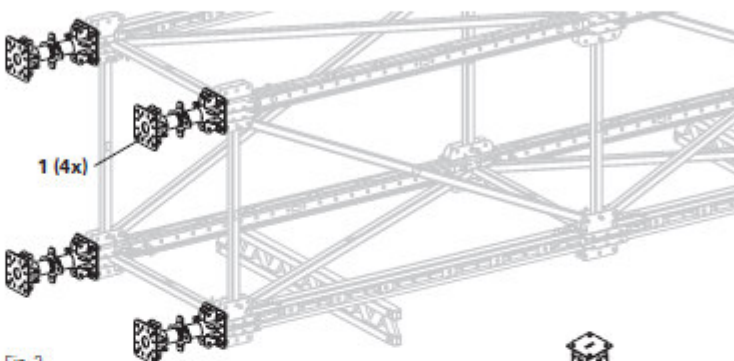

Fig. 3
3. Ripetere il punto 2 altre tre volte in modo che un albero regolabile ATS 360-550 (1) sia montato su ciascuno dei quattro piedi di sostegno ATS (2). (Fig. 3)